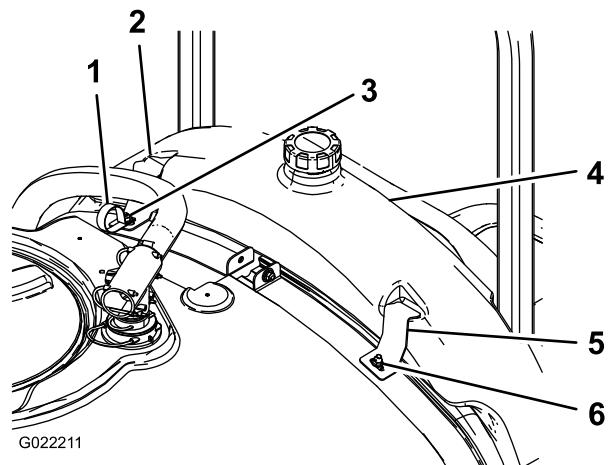

Figura 5
- Instale el depósito de enjuague, según se muestra en Figura 5.
- Usando 2 tuercas con arandela prensada, instale los soportes del depósito de enjuague en los pernos de cuello cuadrado que instaló anteriormente (Figura 5).